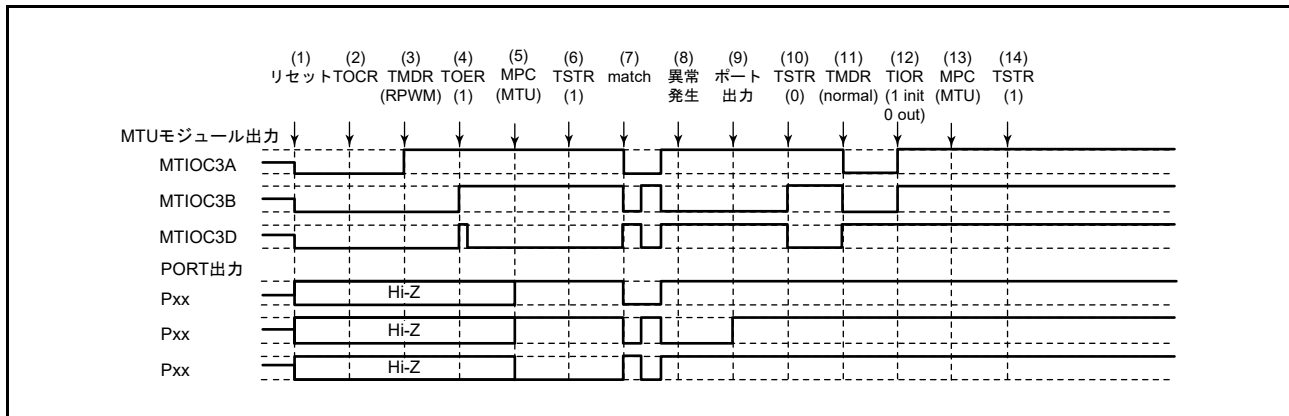

図 24.179 リセット同期 PWM モードで異常が発生し、ノーマルモードで復帰する場合
リセット同期 PWM モードで異常が発生し、再設定後ノーマルモードで再スタートする場合の説明図を図 24.179 に示します。
(1) ~ (10) は図 24.179 と共通です。
(11) PWM モード 1 を設定してください (MTU 出力は正相側が Low、逆相側が High となります)。
(12) TIOR レジスタで端子を初期化してください (PWM モード 1 では MTIOCnB (MTIOCnD) 端子に波形が出力されません。出力すべきレベルがある場合は、I/O ポートのポート方向レジスタ (PDR)、ポート出力データレジスタ (PODR) で汎用出力ポートの設定をしてください)。
(13) MPC と I/O ポートのポートモードレジスタ (PMR) で MTU 出力としてください。
(14) TSTR (TSTRB) レジスタで再スタートします。
- (11) TOERA (TOERB) レジスタで MTU3、MTU4 (MTU6, MTU7) の出力を禁止してください。
- (12) TOCR1A、TOCR2A (TOCR1B, TOCR2B) レジスタで相補 PWM の出力レベルと周期出力の許可 / 禁止を選択してください。
- (13) 相補 PWM を設定します (MTU の周期出力端子は Low になります)。
- (14) TOERA (TOERB) レジスタで MTU3、MTU4 (MTU6, MTU7) の出力を許可してください。
- (15) MPC と I/O ポートのポートモードレジスタ (PMR) で MTU 出力としてください。
- (16) TSTRA (TSTRB) レジスタで再スタートします。
(29) リセット同期 PWM モードで動作中に異常が発生し、リセット同期 PWM モードで再スタートする場合の動作
(11) MPC と I/O ポートのポートモードレジスタ (PMR) で MTU 出力としてください。
(12) TSTR (TSTRB) レジスタで再スタートします。
(13) コンペアマッチの発生によりリセット同期 PWM 波形を出力します。